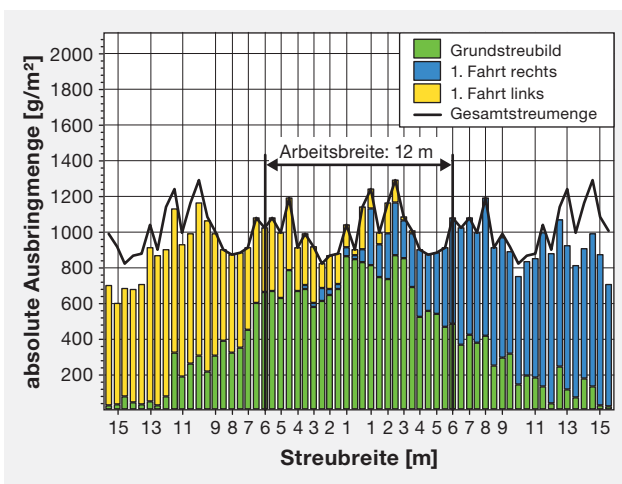
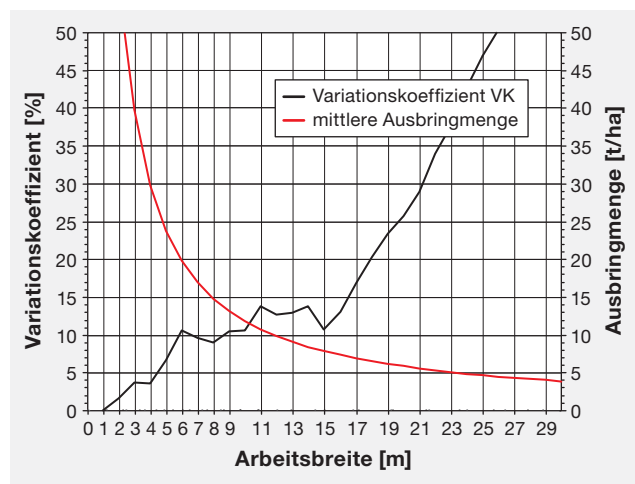

Bild 4:
Bild 5:
Für eine Arbeitsbreite von 12 Metern und eine Ausbringungsmenge von 10 t Stallmist/ha wurde ein Variationskoeffizient (VK) von 12,6% erreicht. Im Bild 4 sind das Grundstreubild (Mengenverteilung nach Überfahrt) und das Gesamtstreubild dargestellt. Letzteres zeigt dabei die endgültige Flächenbelegung nach weiteren Beetfahrten. Im Bild 5 ist die Abhängigkeit des Variationskoeffizienten von der Arbeitsbreite grafisch dargestellt. Aus dem Verlauf der VK-Linie ist ersichtlich, dass sich der VK für Arbeitsbreiten bis ca. 18 Metern unter 20% befindet.